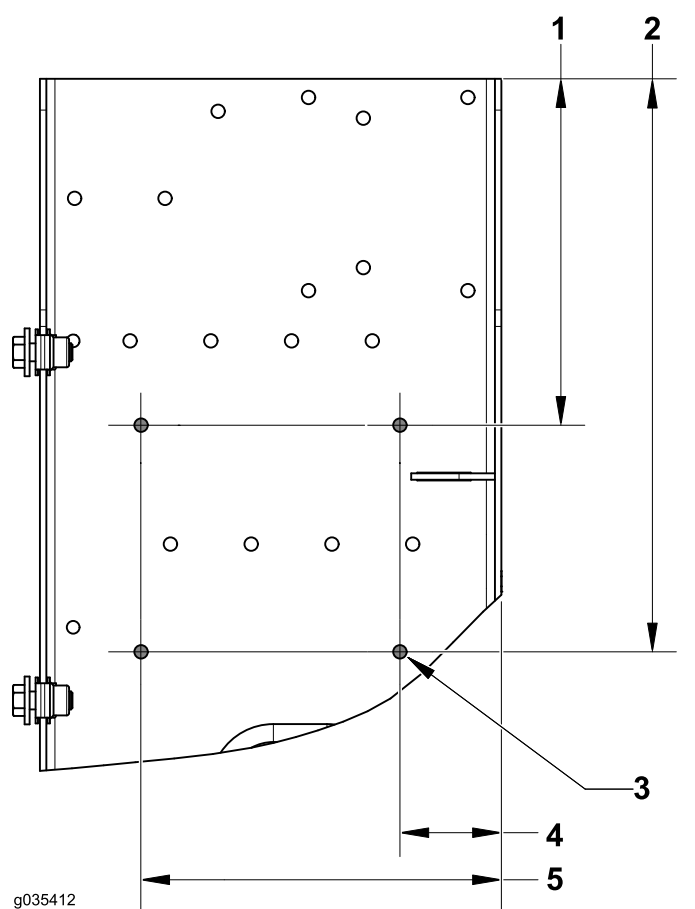

Figure 8
- Localisez et repérez les trous suivants du contrôleur (Figure 8).